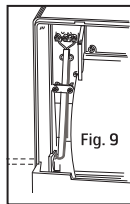
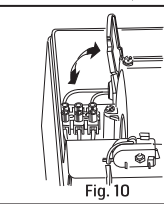

Fig. 9
Fig. 10
5. Elektrisk tilkopling må utføres av autorisert installatør iht. til koplingsskjema, Fig 3a / 3b. Tilkopling gjøres i rekkeklemme på viftens bakplate, Fig 10. Strømforsyningskabel føres inn i hull på baksiden, Fig. 9, eller inn fra siden ved samme hull hvor plasten er tynnere for hulltagning.